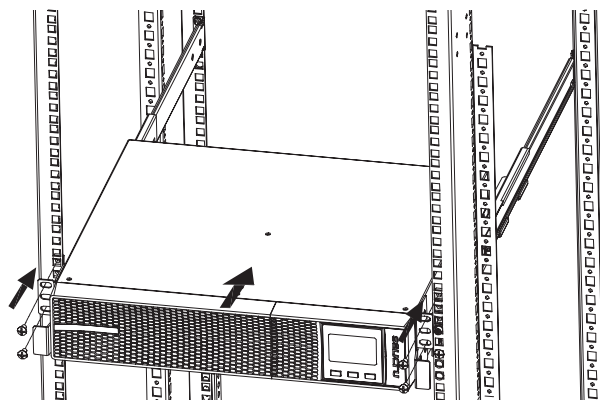

Fig. 8. Montagem rack em armário 19".
- Para instalar um equipamento no armário *rack* de 19", proceda da seguinte forma (ver Fig. 8):